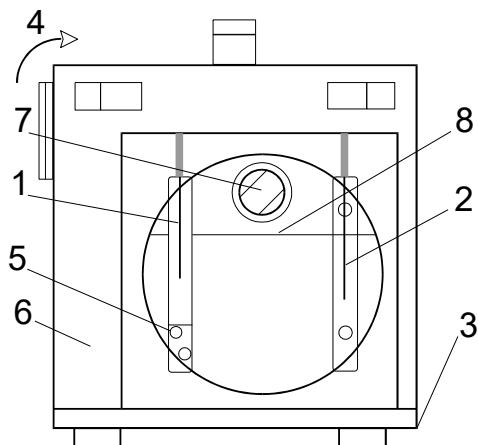

Рис.4. Лига-02 (обратная сторона электролизера).
- 6.4. Убедиться в том, что уровень электролита находится в необходимых пределах (см. рис.4). В любом случае минимальный уровень должен быть не ниже датчика уровня 2, а максимальный - на 1 см ниже большого отверстия в металлической пластине с обратной стороны электролизера.
7.2. Проверить уровень жидкости в датчике давления **1 (рис.4)**.
- вывинтить пробку **7** (рис.4) на заднем окне электролизера, в образовавшееся отверстие горизонтально вставить на глубину около 350 мм трубку со шприцом на конце (при этом положение аппарата - горизонтальное),
При необходимости повторить. Через 5-10 минут уровень электролита должен установиться приблизительно на 15-20 мм ниже заливного отверстия (см. рис. 4). После этого завернуть обратно пробку **7** (рис.4).
Для этого необходимо: вывинтить пробку **7** (рис.4) из заливного (сливного) отверстия и выходной штуцер **3** (рис.2). Завернуть штуцер вместо пробки и слить старый электролит, поставив электролизёр вертикально водяным затвором **4** (рис.2) вверх.